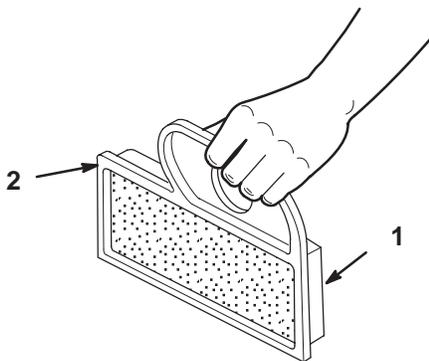

Figure 33
1. Tapotez doucement l'élément sur une surface plane pour faire tomber la poussière et la saleté (Fig. 33).